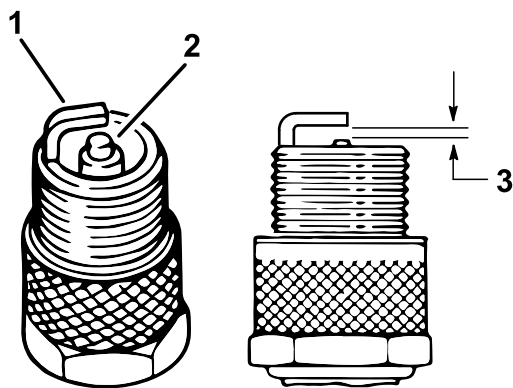

Figure 32
4. Vérifiez l'état des électrodes latérale et centrale, ainsi que de l'isolateur de l'électrode centrale (Figure 32).
5. Réglez l'écartement entre les électrodes centrale et latérale à 1 mm, comme montré à la Figure 32.